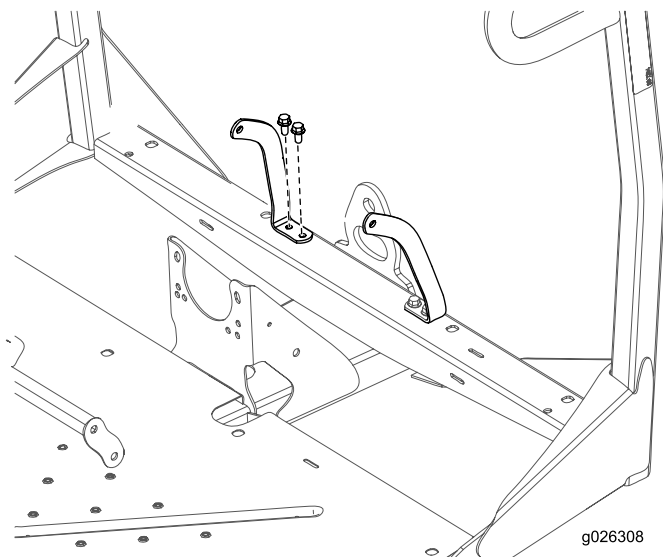

Figura 8
5. Fissate l'ancoraggio sinistro e destro della cintura di sicurezza al telaio anteriore con 4 bulloni (3/8 x 3/4 poll.) e 4 dadi (3/8 poll.), come illustrato in Figura 8.